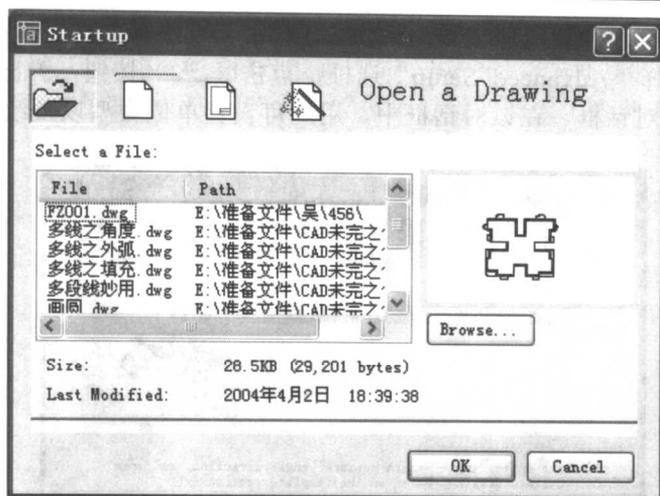

图 1-2 “Open a Drawing” 选项卡
(1) “Open a Drawing”从最近的 4 个图形中选择一个图形打开，如图 1-2 所示“Open a Drawing”选项卡，同时还显示用于查找其他文件的 **Browse...** 按钮。